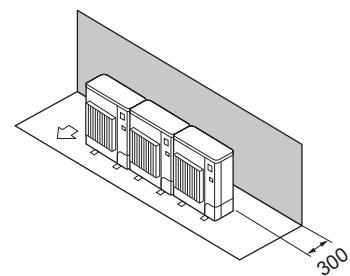

Fig. 2-13
① Alleen obstakels aan de achterzijde (Fig. 2-13)